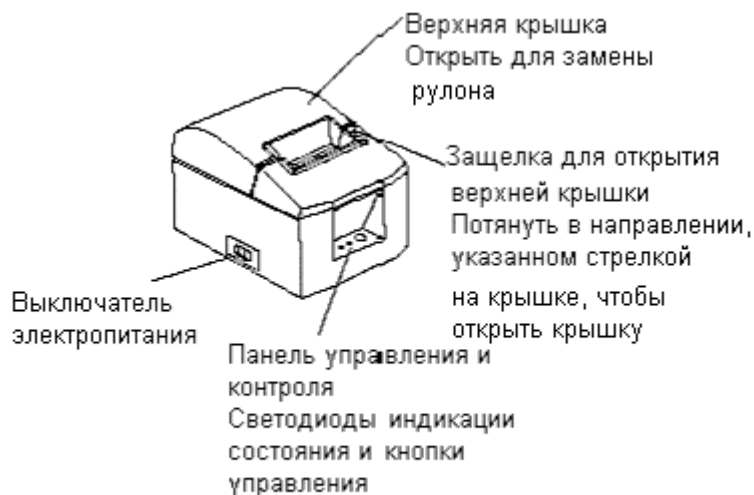
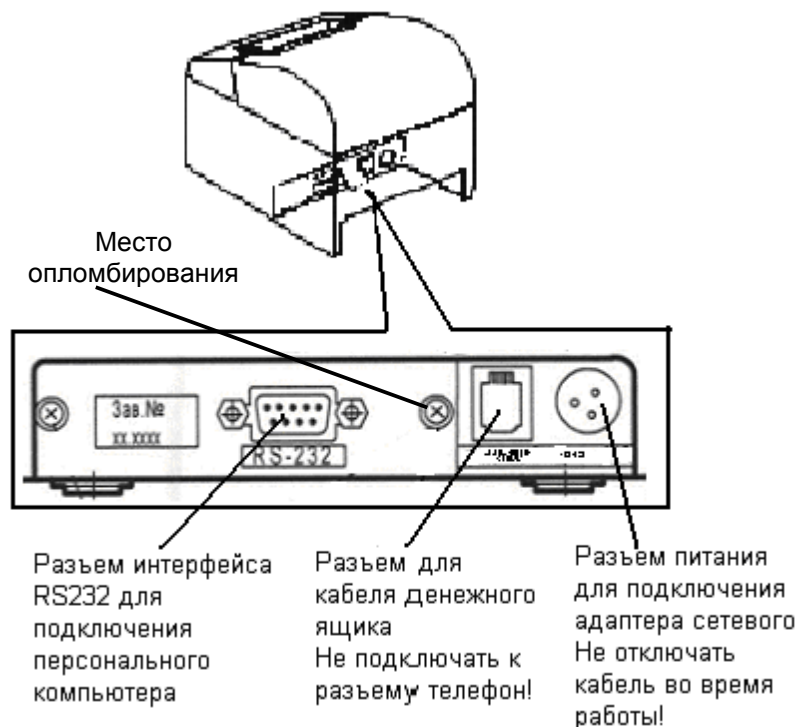

Рисунок 6.1 - Внешний вид ККМ
Рисунок 6.2 - Вид ККМ сзади
6.1 Внешний вид ККМ с указанием некоторых ее узлов приведен на рисунке (Рисунок 6.1). Вид ККМ сзади с указанием расположения панели разъемов для подключения внешних устройств и мест опломбирования приведен на рисунке (Рисунок 6.2).
7.3.1 Панель управления и контроля расположена в нише на передней стенке ККМ (Рисунок 6.1).